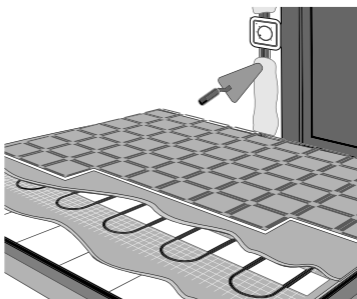

Рис. 5
19. Заделайте раствором канавку на стене, в которой подведены к терморегулятору провода питания и заземляющего контура, установочные провода нагревательного мата, соединительные провода датчика температуры в гофрированной трубке (рис. 5).